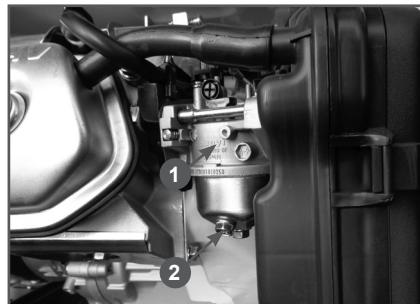

Рис. 17 Слив топлива из карбюратора
- Открутите болт 2 на карбюраторе 1 (Рис. 17) и слейте топливо из поплавковой камеры в подготовленную для этого емкость.
- Слейте топливо из топливного бака и карбюратора (Рис.17).